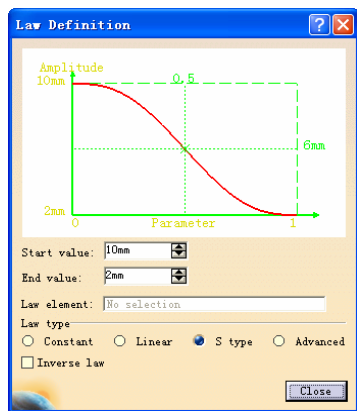
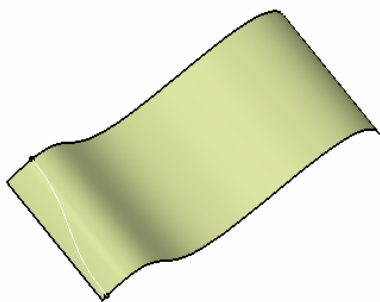
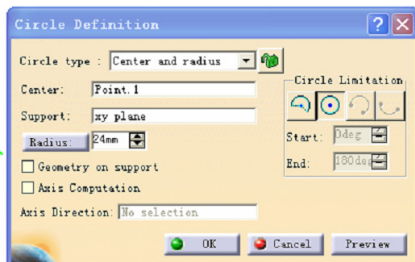

图 4-137
图 4-138
图 4-148
» 步骤05 在 Euclidean 模式下，可以利用 Law 进行变距离的偏移，即曲线上各点偏移的值可以是变化的。为了使结果更为明显，这里对曲面的边缘进行偏移。单击 Law 按钮，在弹出的如图 4-137 所示对话框中进行 Law 的设置，结果如图 4-138 所示。
» 步骤06 在如图 4-137 所示对话框中 Law type 选项组中提供了以下 4 个单选按钮。
黑三角,弹出如图 4-137 所示的子工具条,可以看到其中主要包括圆(Circle)、圆角(Corner)、连接曲线(Connect Curve)和二次曲线(Conic)等功能图标,下面将逐一介绍。
>>> 步骤 01 打开“4_28_Circle_1.CATPart”文件,在如图 4-138 所示的 Circle type 下拉列表中选择 Center and radius 选项,弹出如图 4-148 所示的对话框。
>>> 步骤 02 选择一点作为圆心,将其输入到如图 4-148 所示对话框的 Center 文本框中。选择一个圆所在的辅助平面或辅助曲面,将其输入到 Support 文本框中,这里选择的是 xy plane。
- Whole Circle: 单击该按钮时可以创建一个完整的圆,如图 4-148 所示。